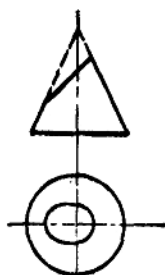

图 28
21. 用放射线展开法作上口截切圆锥形漏斗的侧表面展开图。如图28所示。